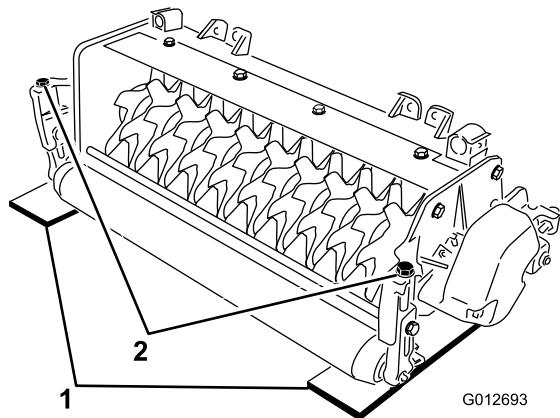

图4
- 将 2 个调刀尺（厚度为所需的刀片穿透深度）放在切根刀滚刀的前、后滚筒下面（滚刀的两端）（图4）。
3. 旋转各剪草高度支架（图4）上的调节螺栓，使滚刀刀片的两端都接触到水平地面。